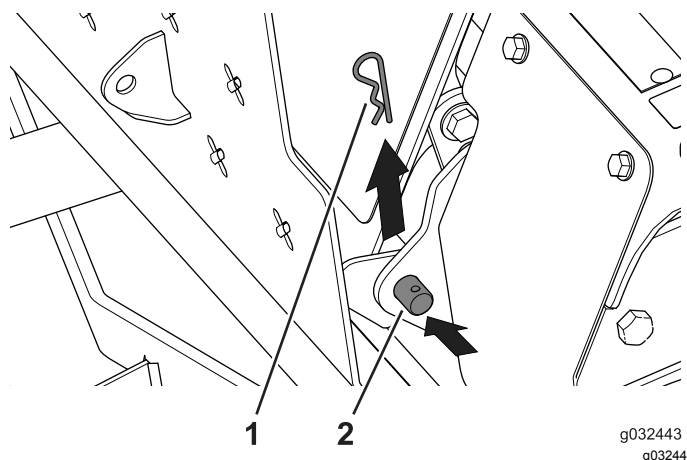

Figure 51
3. Enlevez les 2 goupilles fendues des axes de pivot qui relient la plate-forme de l'utilisateur au support de pivot (Figure 51).
4. Avec l'aide d'une autre personne, retirez les axes de pivot et la plate-forme de l'utilisateur (Figure 51).